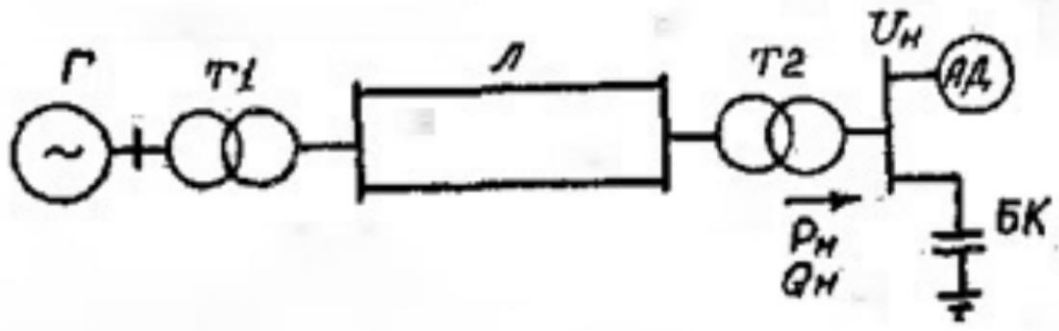

Рис.1
1. Определить коэффициент запаса по мощности K_3^P статической устойчивости эквивалентного асинхронного двигателя АД (рис.1) с помощью практического критерия $dP/dS > 0$ для двух случаев:
При определении коэффициента K_3^P принять, что механическая мощность АД $P_{\text{мех}}=1$ батареи конденсаторов БК на рис.1 отсутствуют.
2. Определить коэффициент запаса по скольжению K_3^S статической устойчивости эквивалентного асинхронного двигателя АД (рис.1) с помощью практического критерия $dP/dS > 0$ для двух случаев;
При определении коэффициента K_3^S принять, что механическая мощность АД $P_{\text{мех}}=1$, БК на рис.1 отсутствуют.
3. Определить коэффициент запаса по напряжению K_3^U и ЭДС K_3^E статической устойчивости эквивалентного асинхронного двигателя АД (рис.1) с помощью практических критериев $dE/dU > 0$ и $dQ_{\dot{\varphi}}/dE = -\infty$ для двух случаев:
4. Определить критическое напряжение $U_{\text{кр}}$, при котором произойдет опрокидывание АД (рис.1).
Принять, что БК на рис.1 отсутствуют.